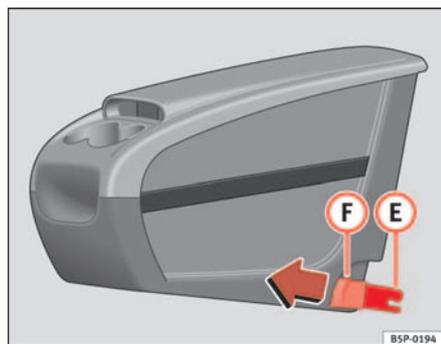
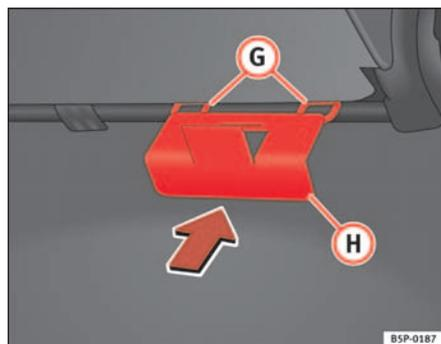

Fig. 109 Portaobjetos móvil. Montaje
Fig. 110 Placa de fijación del portaobjetos móvil
- Coloque desde el interior del vehículo, la placa de fijación **(H)** ⇒ fig. 110 del portaobjetos móvil, por la parte posterior del asiento. Debe estar situada entre el respaldo y el cojín, en la zona de la plaza central.
- Encare las dos piezas de fijación **(E)** ⇒ fig. 109, con las dos anillas de fijación **(G)** ⇒ fig. 110 y presione con fuerza hasta que las dos pinzas clipen totalmente con las anillas.
- Tire de cada uno de los botones ⇒ fig. 109 **(F)** de las pinzas (botones rojos) hacia delante, hasta oír que ha desclipado.